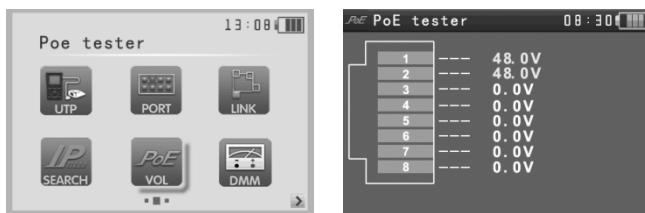

Рис.29 Подменю **PoE tester**
- С помощью кнопок  выберите подменю  и нажмите  (Рис.29).
На экране тестера отобразится напряжение, и по каким жилам UTP-кабеля оно передается (Рис.29).